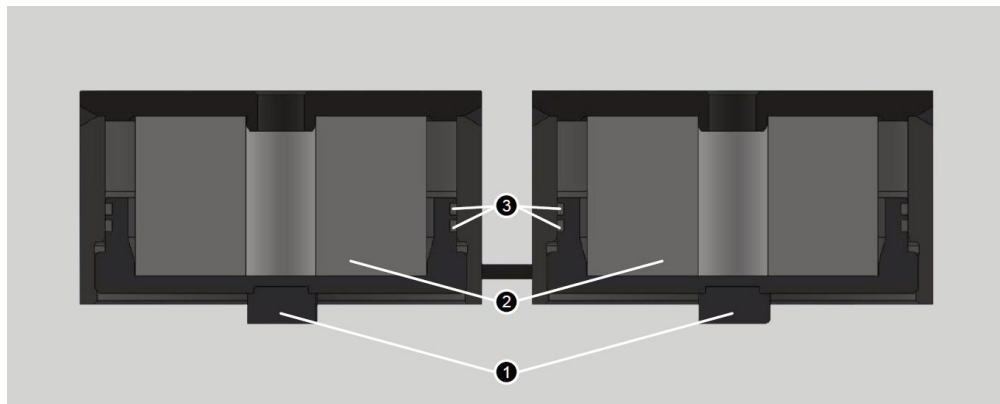

Рисунок 38. Пристрій фільтрів холодоагенту:
5. Використовуючи ключ ріжковий або головку торцеву проверніть кришку фільтра (поз.1 рис. 38) проти годинникової стрілки (див. рис.37) до від'єднання від чаші фільтра.
6. Оцініть стан ущільнювальних кілець (поз.3 рис. 38). У разі необхідності замініть їх.
7. Замініть фільтрувальний елемент MS0101 (поз.2 рис. 38).